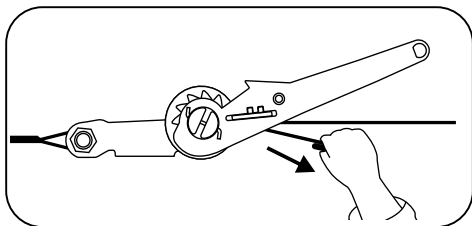

рис. 6
- Натяните рабочую ленту (рис. 6).